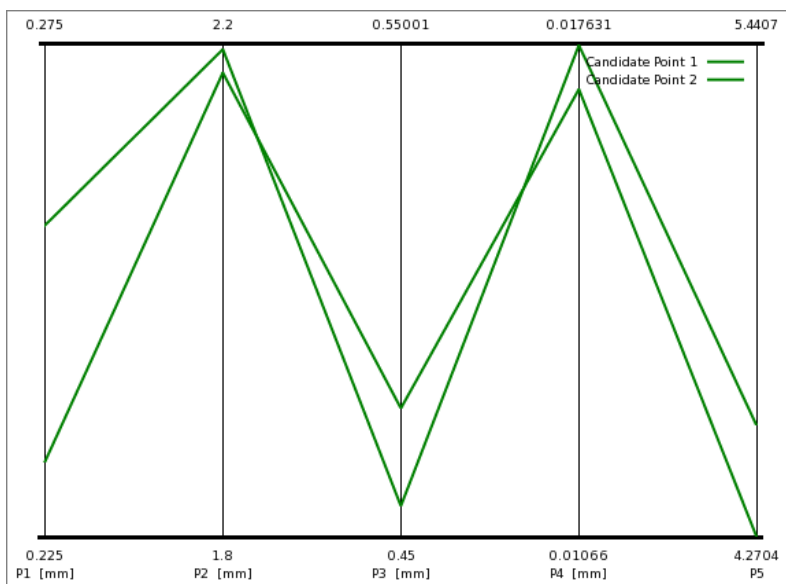

图 26-46 候选点图
5) 在 Outline of Schematic C2: Optimization 中, 单击 14 行可以查看候选点的参数情况, 如图 26-46 所示。